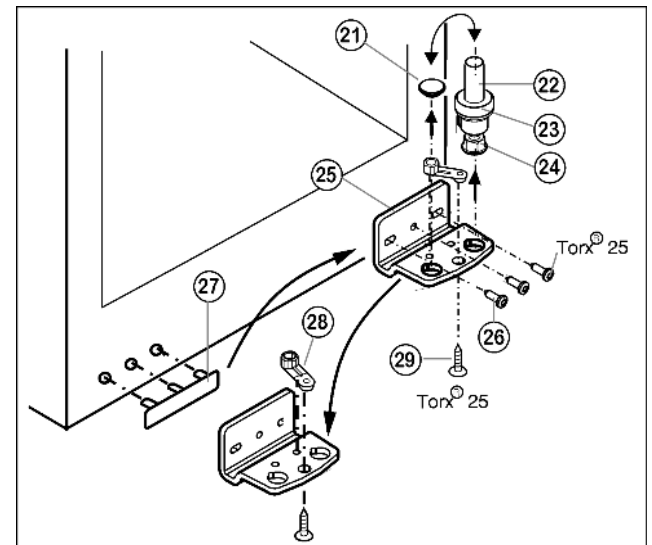

Fig. 6
- ▶ Visą atraminę varžtą Fig. 6 (22) ištraukite į viršų su poveržle Fig. 6 (23) ir reguliavimo kojele Fig. 6 (24).
- ▶ Nukelkite kaištį Fig. 6 (21).
- ▶ Atraminę gembę Fig. 6 (25) atsukite Fig. 6 (26).
- ▶ Atraminę dalį Fig. 6 (28) atsukite Fig. 6 (29) ir perkeltite į priešingoje atraminės gembės pusėje esančią tvirtinimo angą bei vėl priveržkite.
- ▶ Rankenos pusės dengiamąją plokštelę Fig. 6 (27) atsargiai nuimkite ir perkeltite į priešingą pusę.
- ▶ Atraminę gembę Fig. 6 (25) kitoje lanksto pusėje tvirtai (su 4 Nm) vėl priveržkite, jei reikia, akumuliatoriniu atsuktuvu.
- ▶ Įstatykite kaištį Fig. 6 (21) vėl į kitą skylę.
- ▶ Vėl įstatykite iki galo atraminę varžtą Fig. 6 (22) su poveržle ir reguliavimo kojele. Atkreipkite dėmesį į tai, kad fiksavimo kumštelis būtų nukreiptas į galą.
- ▶ Iš durų įvorių išimkite kaiščius (33) ir perkeltkite juos į priešingą pusę.
- ▶ Nuimkite rankeną (32), kaiščius (33) bei atramines plokšteles* (34) ir įstatykite priešingoje pusėje.
- ▶ Duris iš viršaus uždėkite ant apatinio atraminio varžto Fig. 6 (22).
- ▶ Viršutinę atraminę gembę (12) įstatykite į duris kitoje lankstų pusėje.
- ▶ Viršutinę atraminę gembę (12) tvirtai (4 Nm) prisukite (2x Torx® 25) (13). Jei reikia, aštriu daiktu pradurkite varžtų skylės arba naudokite akumuliatorinį atsuktuvą.
- ▶ Dengiamąją plokštelę (10) ir dengiamąją plokštelę (11) atitinkamai užfiksuokite priešingoje pusėje.
- ▶ Jei reikia, per abi išilgines angas atraminės gembės apačioje Fig. 6 (25) duris sureguliuokite taip, kad durų ir prietaiso korpuso kraštai būtų vienoje linijoje. Tam išsukite vidurinį varžtą.